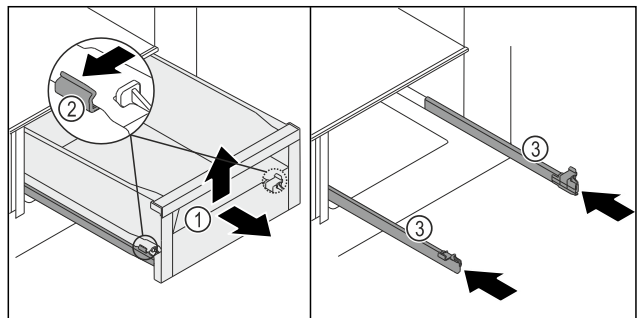

Fig. 244
- ▶ Вытяните выдвижной ящик Fig. 244 (1) до упора.
- ▶ Одновременно выдавите зажим Fig. 244 (2) слева и справа на направляющих немного наружу.
- ▶ Выдвижной ящик Fig. 244 (1) снимается с направляющих.
- ▶ Приподнимите выдвижной ящик Fig. 244 (1) спереди.
- ▶ Извлеките выдвижной ящик Fig. 244 (1) движением вперед.
- ▶ Задвиньте направляющие Fig. 244 (3).